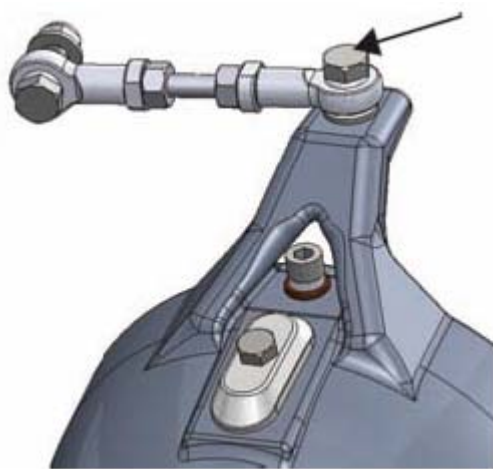

Figura 83. Sostituzione del giunto ad angolo
1. Svitare il bullone dell'ugello (figura 83).